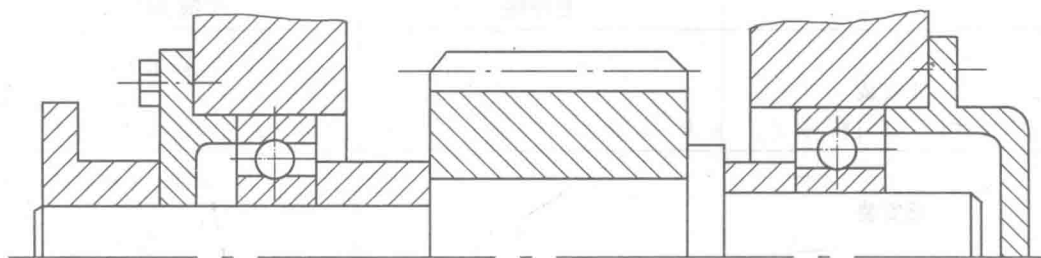

图 3
2. 如果图 3 轴系结构有错误, 请将正确结构图画在轴的另一侧。(10 分)